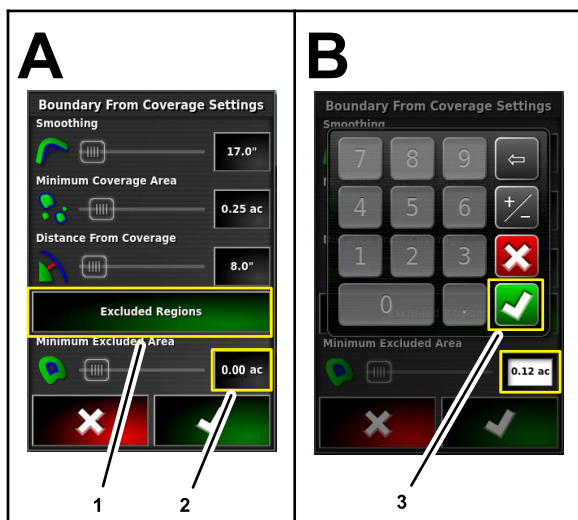

Figura 54
6. Premete l'icona Regioni escluse (Figura 54) per creare confini per le aree di copertura non irrorate.
7. Premete l'icona Numero per l'impostazione Area di esclusione minima (Figura 54). Utilizzate il tastierino sullo schermo per inserire un valore, quindi premete l'icona Conferma.